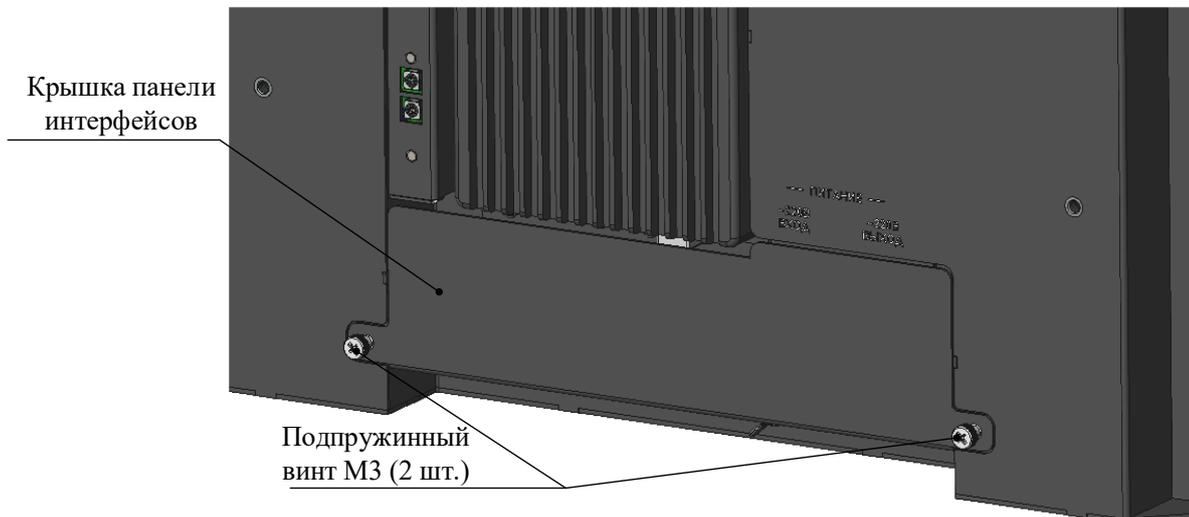

Рисунок 6 — Внешний вид изделия с крышкой панели интерфейсов
1) снять крышку панели интерфейсов, выкрутив 2 подпружиненных винта М3 (см. Рисунок 6);
После успешного опробования работы следует установить в прежнее положение крышку панели интерфейсов при помощи двух подпружиненных винтов М3 (см. Рисунок 6);